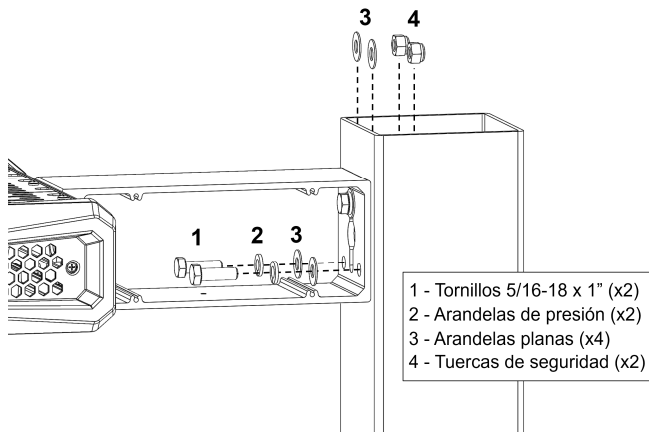

Figura 5
5. Coloque los demás tornillos con las arandelas en los orificios inferiores del poste y coloque las tuercas correspondientes del lado contrario como se muestra en la **figura 5**. Apriete los tornillos para que el luminario quede sujeto firmemente al poste. Utilice la herramienta apropiada (no incluida) como una matraca (ratchet) con dado y pinza. **IMPORTANTE:** Utilice un nivel para asegurar que el luminario se encuentre paralelo a la horizontal.